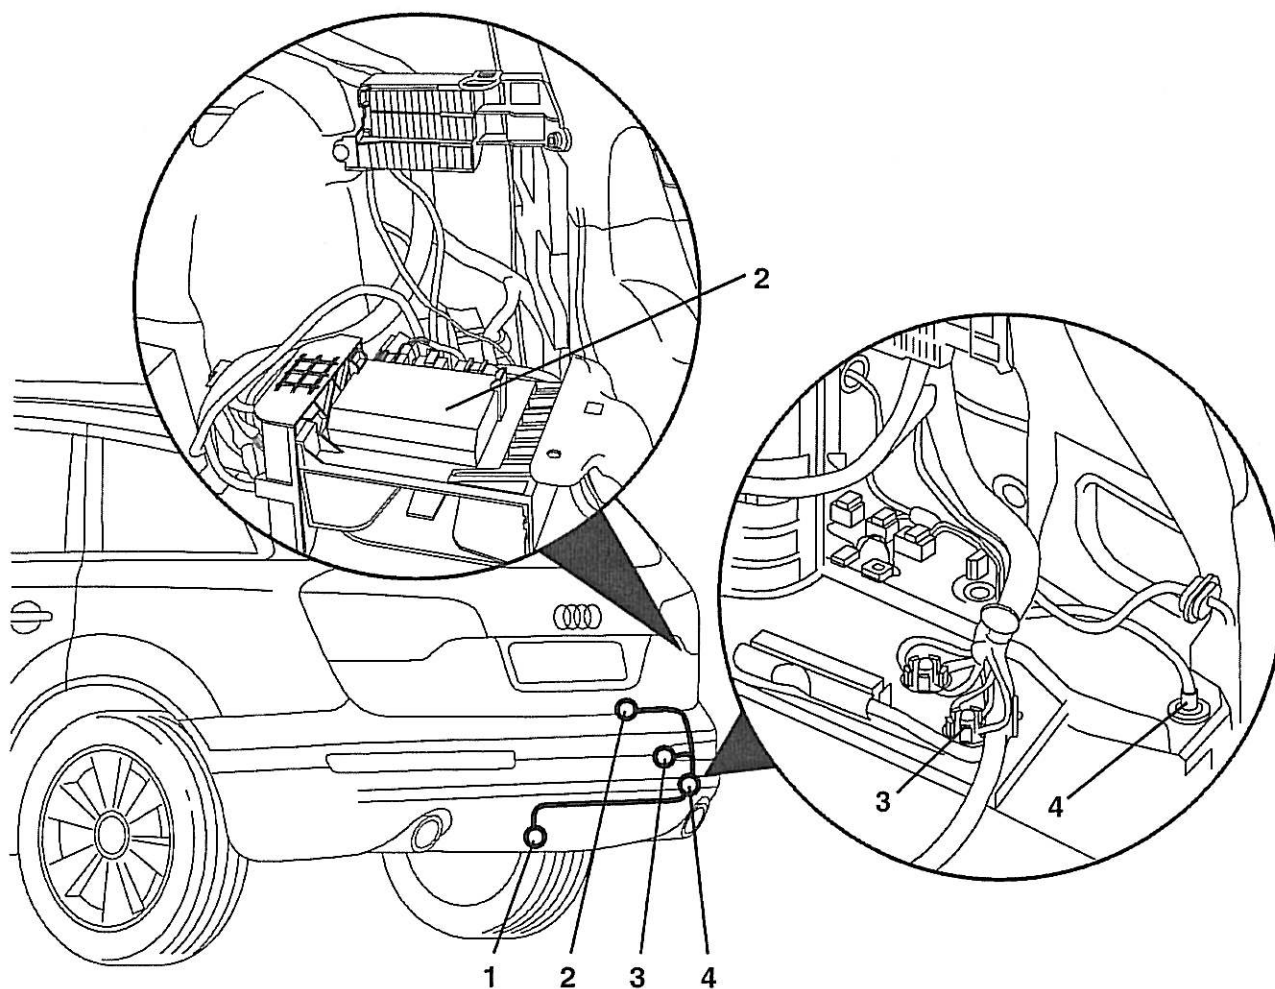

Fig. 1 : Vue d'ensemble du montage
- éventuellement support en plastique pour appareils (fig. 1/5)